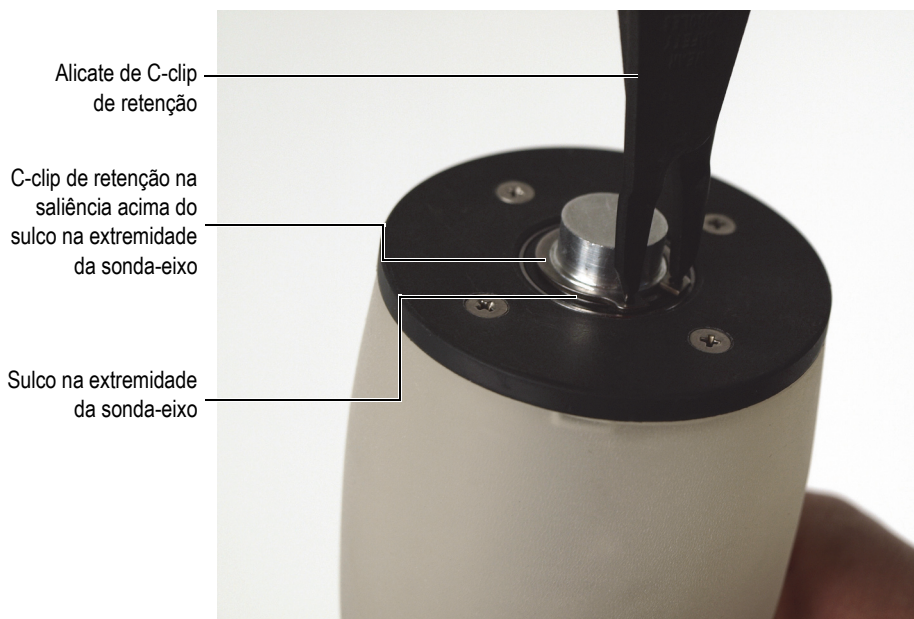

Figura 6-10 Instalação do C-clip de retenção externo na extremidade da sonda-eixo
2. Segurando a roda acústica verticalmente (lado do cabo da sonda para baixo), use o alicate para C-clip de retenção fornecido para instalar cuidadosamente o C-clip de retenção externo na saliência acima do sulco na extremidade da sonda-eixo (Figura 6-10 na página 90).